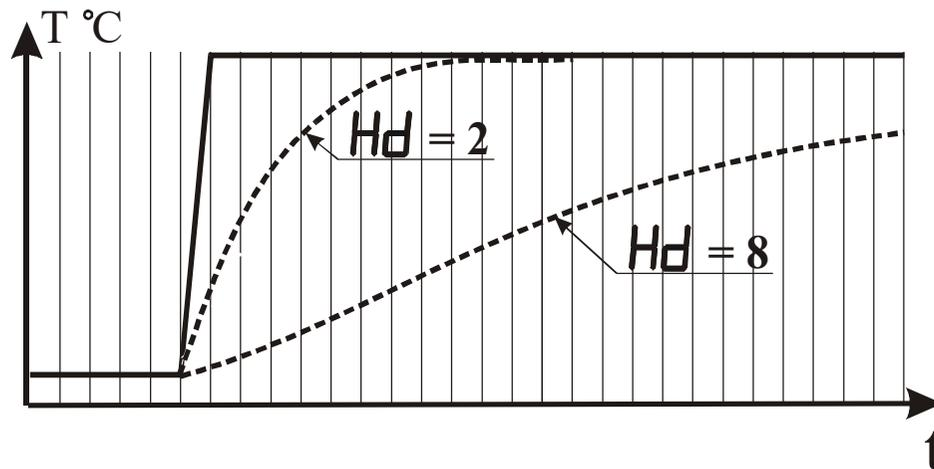

Рисунок 3.3 – Вплив параметра "Час усереднення" на показання приладу при різних значеннях параметра Hd
3.3.3.5 Параметр "Час усереднення" вказується в кількості періодів опитування вхідного датчика (N_d). Цей параметр дозволяє домогтися більш плавної зміни показань приладу. Для цього обчислюється середнє арифметичне останніх N_d вимірювань. Якщо значення параметра дорівнює 0, інтегратор відключається. Зменшення часу усереднення призводить до більш швидкої реакції приладу на різкі зміни вимірюваного параметра, але знижує перешкодозахищеність приладу (див. рисунок 3.3).